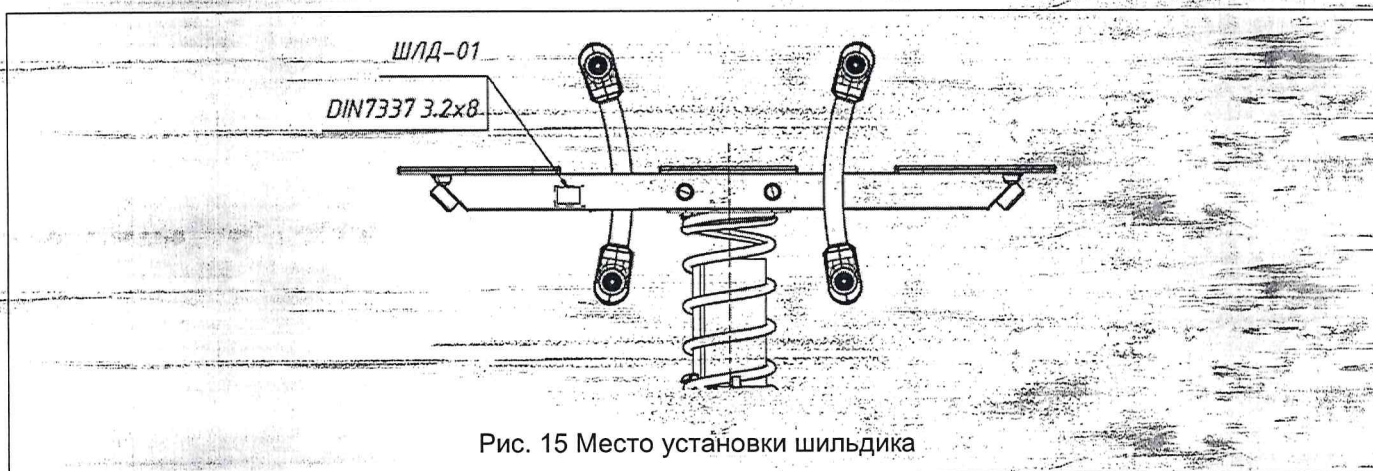

Рис. 15 Место установки шильдика
- 6.25. В случае не установленного на оборудовании шильдик комплекта ШЛК (Табл. 1) установить шильдик ШЛД-01 на балке в сборе КН-6110.10.00 оборудования (Рис. 15). Порядок установки: